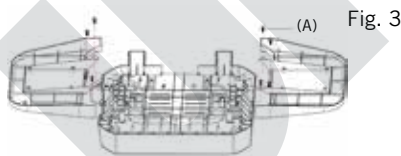

Fig. 3
6. Enfoncez ensuite les tablettes latérales [8] dans les supports correspondants du corps du barbecue [9], conformément aux indications de la fig. 3. Attention car les deux parties ne peuvent être fixées que d'un seul côté. La tablette latérale avec les petits crochets doit être fixée sur le côté gauche du corps. Ajustez les ouvertures à vis de l'étagère latérale correspondante avec les ouvertures sur le corps et fixez les parties avec les 8 vis ST 4x12 fournies (A).